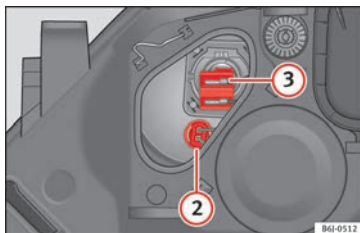

Fig. 89 Feu de position et feu de route.
- Retirez le connecteur » fig. 89 **2** en tirant vers l'extérieur.
- Retirez le connecteur » fig. 89 **3** en tirant vers l'extérieur.